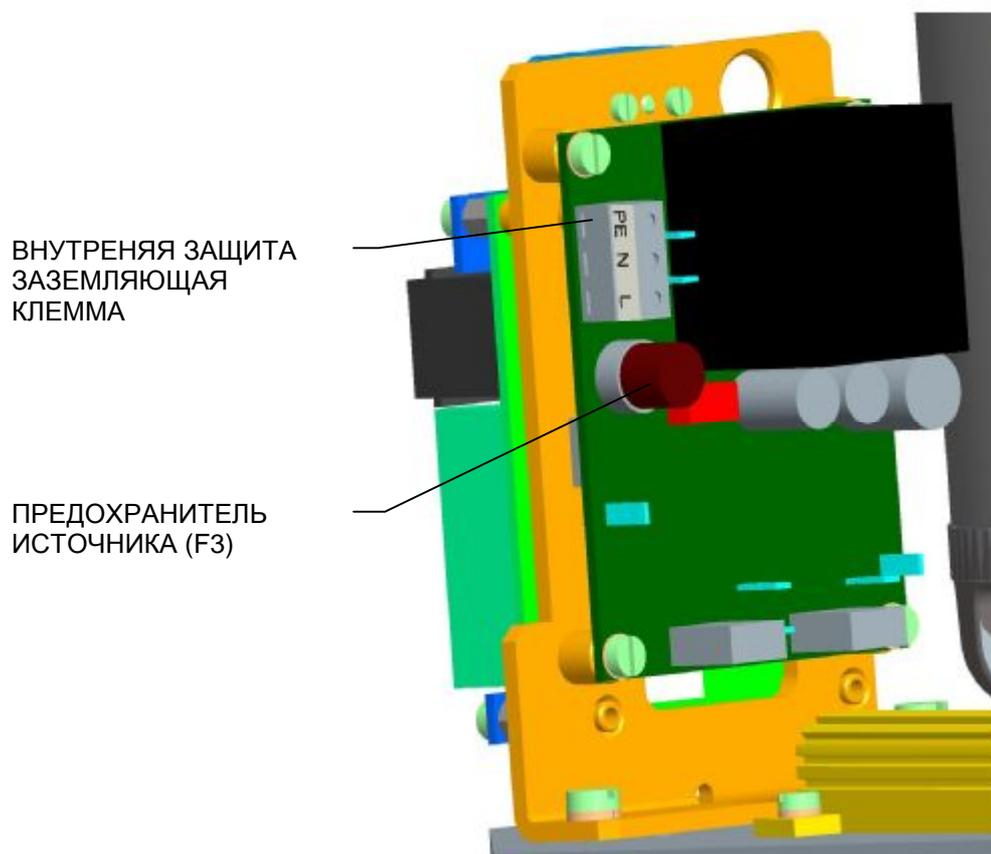

Рис.2
- ради безопасного использования ЭП надо присоединить внешнюю и внутреннюю защитную клемму. Установка внешней и внутренней защитной клеммы (**Рис.2 и Рис. 2а**). Для запрессовки провода в внешнюю защитную клемму, надо использовать щипцы для изолированные ушка HP3 (fy CEMBRE).
Доска источника ЭП оснащена предохранителем (F3) питающего источника. Установка предохранителя на доске источника указана на **Рис. 2**.
Рис. 2а
Механическое присоединение рычажное (рис. 2)